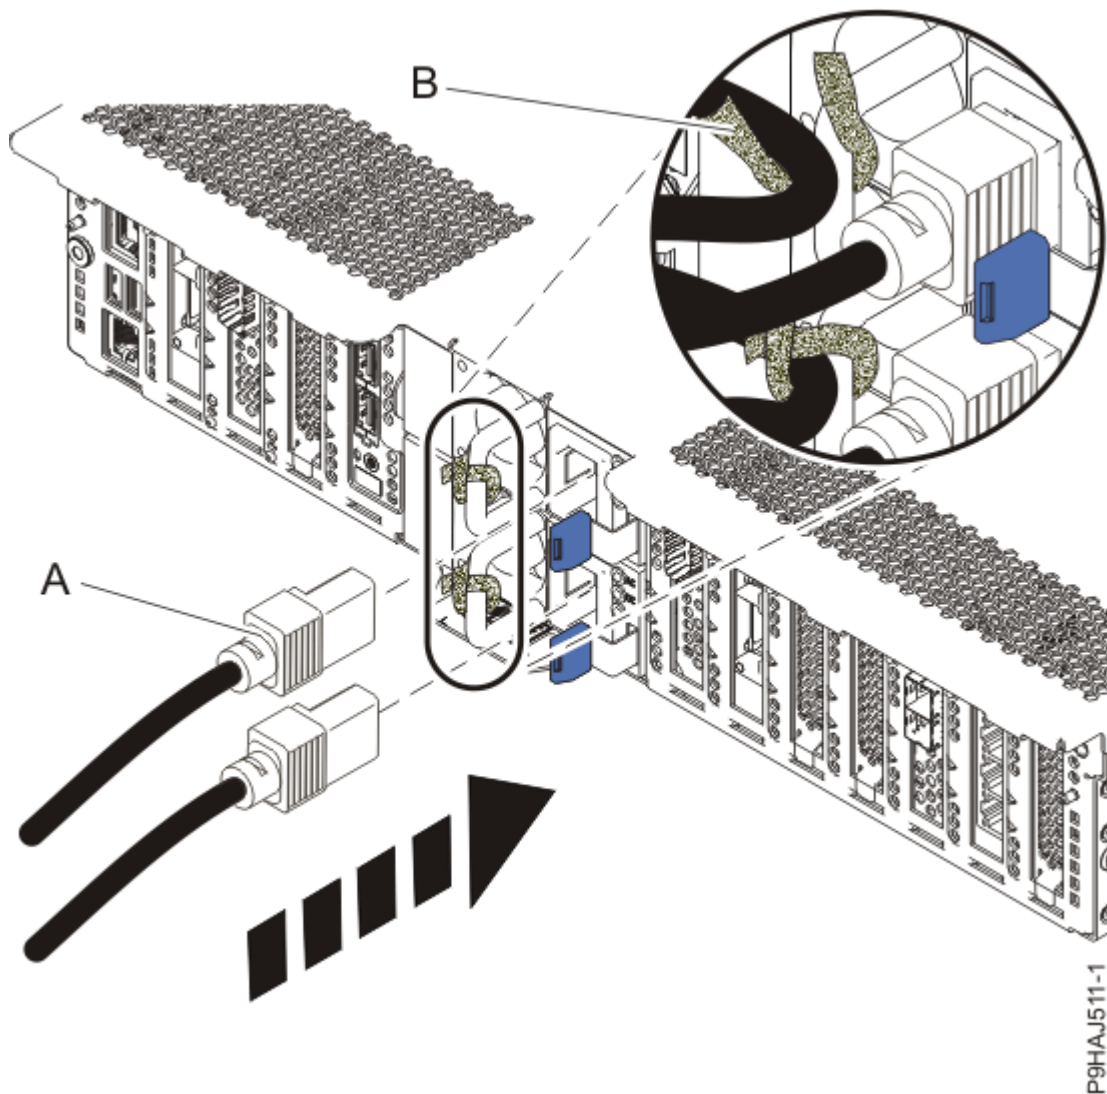

図 78. 電源コードの接続
5. ラベルを使用して、電源コード (A) をシステム装置に再接続します。
93 ページの図 78 に示すように、面ファスナー (B) を使用して、電源コードをシステムに固定します。